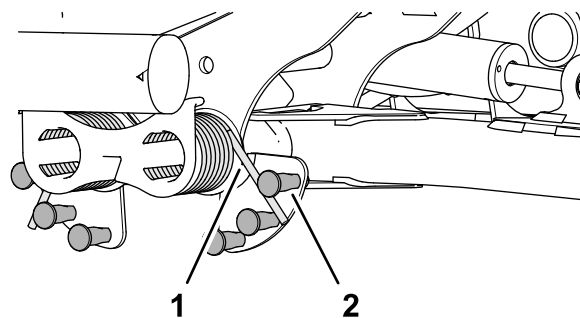

Рисунок 54
2. Вставьте длинный конец уравнивающей пружины в трубу или аналогичный предмет и поверните пружину вокруг шпильки с буртиком в нужное положение (Рисунок 54).